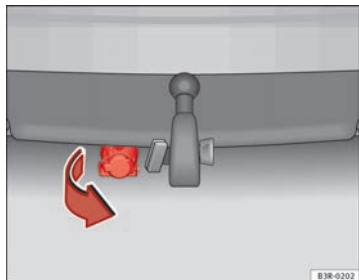

Abb. 162 Stoßfänger hinten: Anhängersteckdose nach unten schwenken
- Klappen Sie die Steckdose unter dem Stoßfänger nach unten, um die Kabel des Anhängers anzuschließen ⇒ Abb. 162.